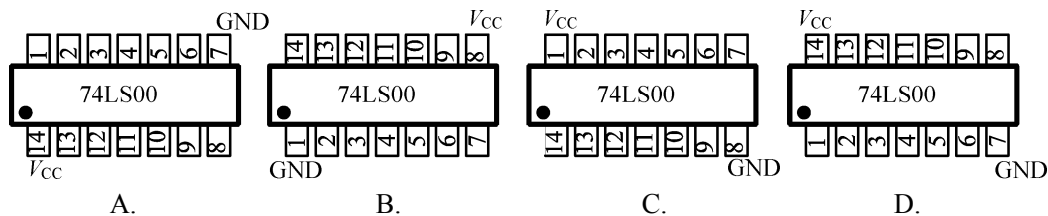

图 1-8
39. 如图 1-8 所示, 双列直插式数字集成电路管脚标注正确的是 ()。